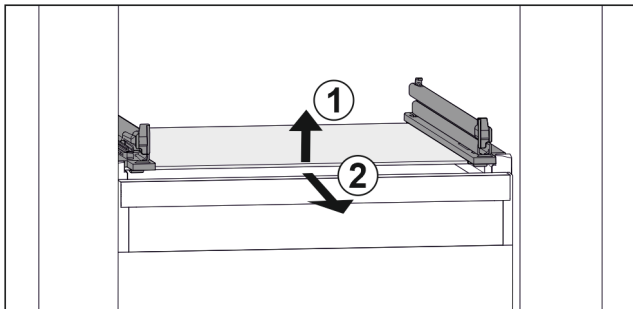

Fig. 47 Beispielhafte Darstellung der Glasplatte
- ▶ Glasplatte vorne anheben. Fig. 47 (1)
- ▶ Glasplatte nach vorne entnehmen. Fig. 47 (2)